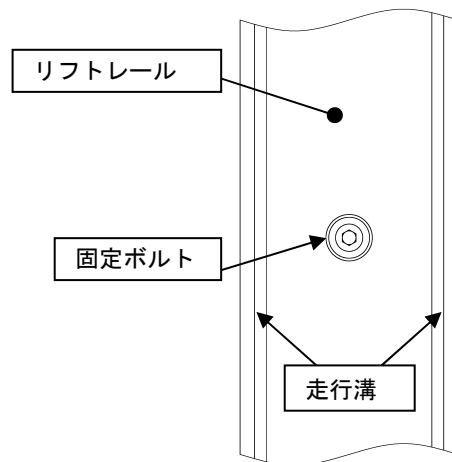

Fig.10 リフトレールの給脂場所
- ・新しいグリース(リチウム石けん基グリース No.1)をレールの走行溝部に塗布してください。(Fig.10)
⑥ポンプのオーバーホール